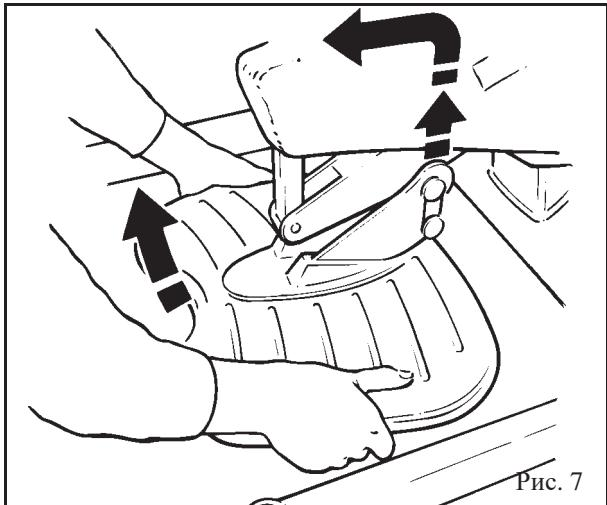

Рис. 7
- Потяните опору для стоп на себя, пока она не снимется с кронштейна опоры (см. рис. 7).